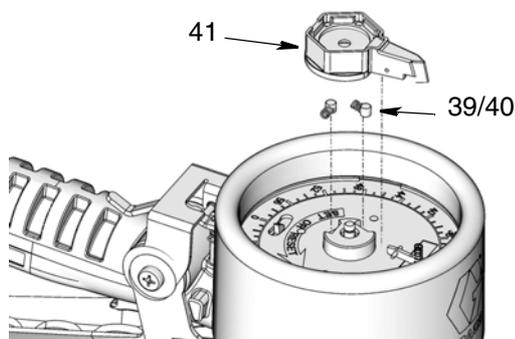

FIG. 34
4. Instale la aguja del puntero (41), los resortes (39) y las clavijas (40) (FIG. 34).